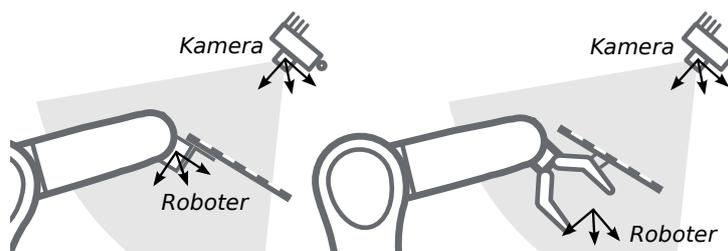

Abb. 6.19: Alternative Montageoptionen für die Befestigung des Kalibrieramusters am Roboter
Abb. 6.19 angegeben, angebracht werden.
**Bemerkung:** Für das Modul zur Hand-Auge-Kalibrierung spielt es keine Rolle, wie das Kalibriermuster in Bezug auf das benutzerdefinierte *Roboter*-Koordinatensystem genau angebracht und positioniert wird. Das bedeutet, dass die relative Positionierung des Kalibrierusters zu diesem Koordinatensystem weder bekannt sein muss, noch für die Kalibrierroutine relevant ist (siehe in Abb. 6.19).